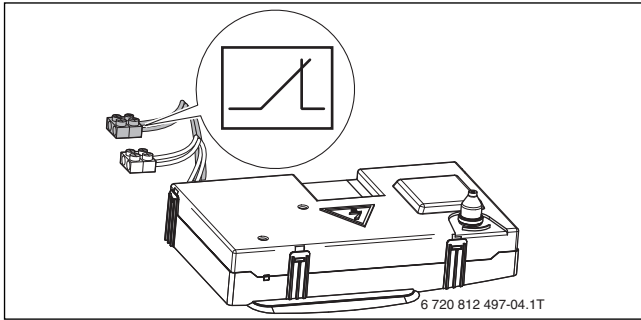

Рис. 18 Подключение реле контроля давления газа.
- ▶ Подключите реле контроля минимального давления газа непосредственно к клеммам (→ рис. 18, стр. 22).